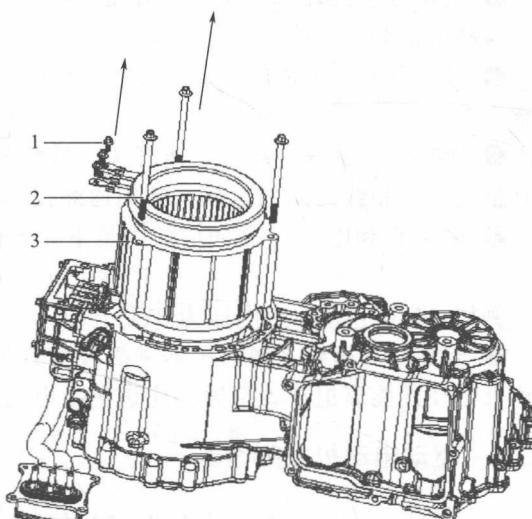

图1-1-12
③ 后处理。
(8) 电动机定子拆卸与安装
① 拆卸前。
② 拆卸维修。
a. 用扳手将固定三相动力线束和接线座的M6×12法兰面螺栓1拧下（图1-1-12）。